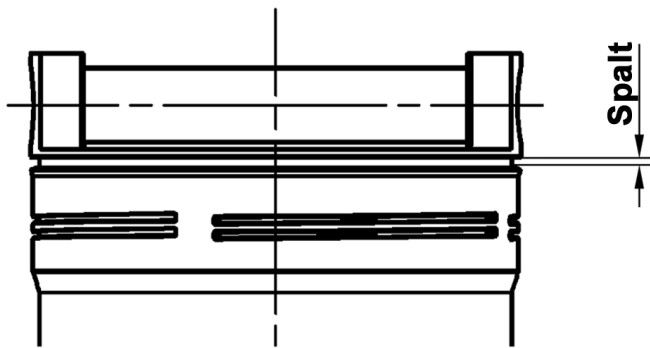

Abb. 3: Spalt am Filterdeckel
- › Drehen Sie den Deckel von Hand bis zum Anschlag ein; ein Spalt zwischen Deckel und Gehäuse bleibt evtl. sichtbar (siehe Abbildung 3).